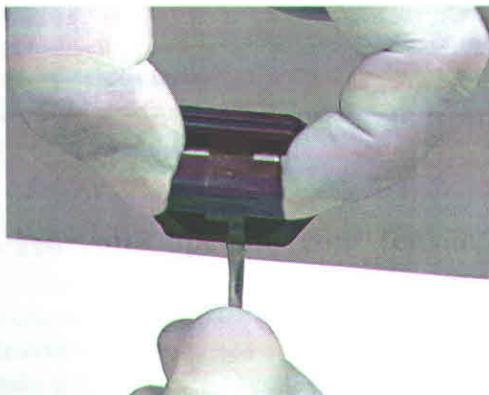

Figura 1
- Introduza uma chave de fenda (com ponta 3 mm) na ranhura existente no suporte do fusível. Empurre para cima e puxe o suporte para fora- **Figura 1.**